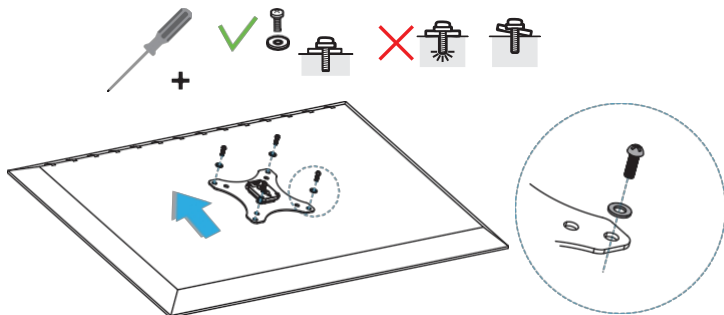

Figure 14
3. Insérez les **vis de type M** appropriées (x 4) dans les **rondelles** (x 4), le **support de moniteur VESA** et à l'arrière du **moniteur**. (Figure 14)
3. Insérez les **vis de type M** appropriées (x 4) dans les **rondelles** (x 4), le **support de moniteur VESA**, les **entretoises** (x 4) et à l'arrière du **moniteur**. (Figure 14)